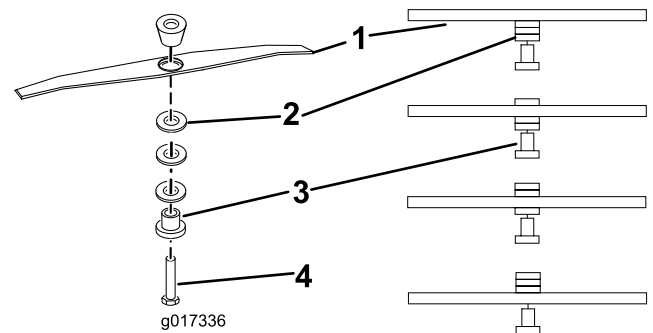

Figura 12
6. Coloque los espaciadores a la altura deseada y vuelva a instalar la barra de corte (Figura 12).